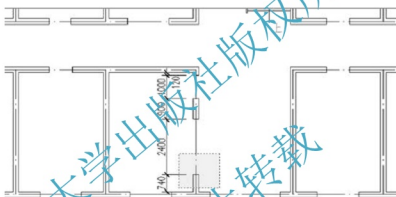

图 3.62 选择被拉伸的对象
(1) 将视图调整至图 3.62 所示的状态。
(2) 单击【修改】工具栏上的【拉伸】图标  (快捷键 S), 启动【拉伸】命令。
① 在**选择对象**: 提示下, 用交叉选方式选择图 3.62 所示的窗洞口下侧的墙线。